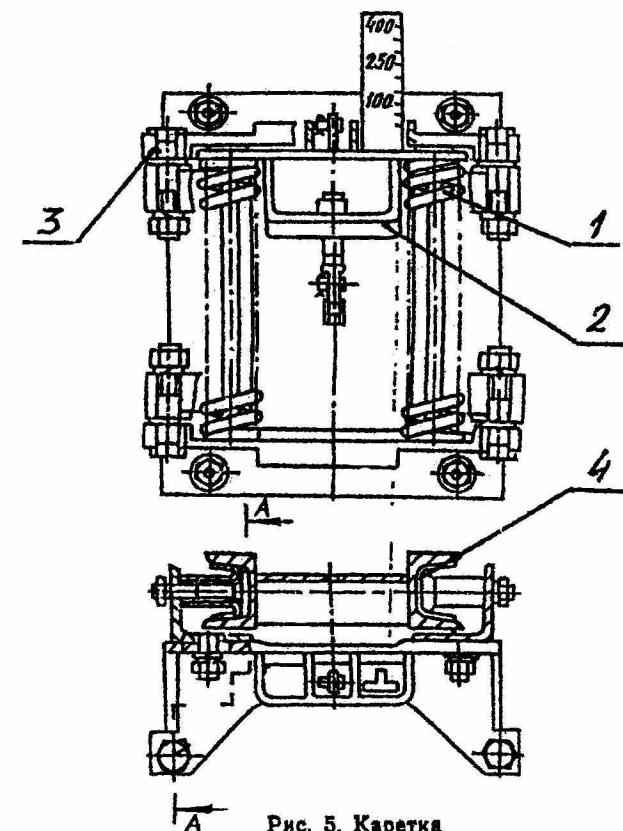

Рис. 5. Каретка
4.3. Картка (рис. 5) представляет собой сварную конструкцию с установленными на ней двумя пружинными аккумуляторами давления на забой и четырьмя ползунами, на которых каретка вместе с вращателем перемещается по направляющей на ход 1200 мм.